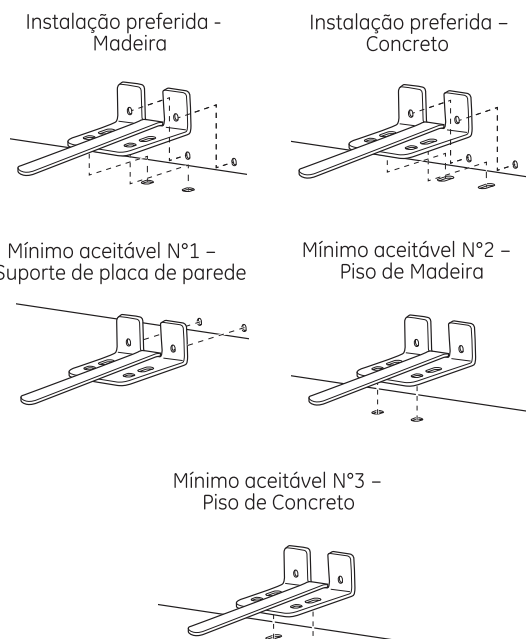

Figura 2. Possíveis posições para os parafusos
<p>NOTA: É necessário ter pelo menos 2 parafusos para montar o suporte de piso (um de cada lado do suporte de piso antiquedas). Ambos devem ser colocados na parede ou no piso. A figura 2 indica todas as configurações de montagem adequadas para os parafusos. Identifique os orifícios dos parafusos no suporte antiquedas para saber onde serão colocados.</p>
- Instale o suporte de piso antiquedas usando o procedimento mínimo aceitável #1 para instalações. Veja a figura 2.